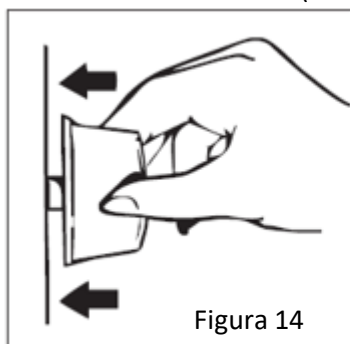
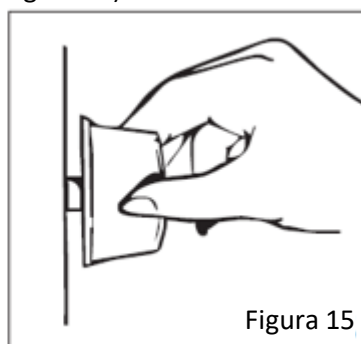

Figura 14
Figura 15
3. Pentru a utiliza arzătorul dorit, apăsați mai întâi pe buton în direcția indicată de săgeată și așteptați 5 secunde pentru ca aerul să iasă din conducte (consultați figura 14).
**Aprinderea automată cu buton:** puteți aprinde arzătorul dorit, apăsând pe buton în direcția indicată de săgeată (consultați figura 14) și răsucind butonul (consultați figura 15).